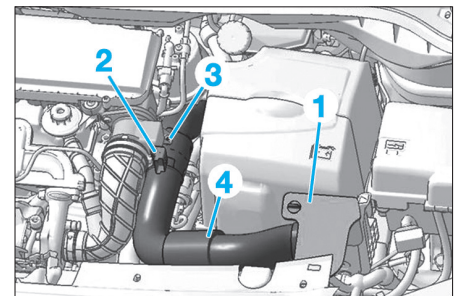

Fig. 24
- le couvercle (1) de maintien du conduit d'admission d'air (4) (Fig.24).